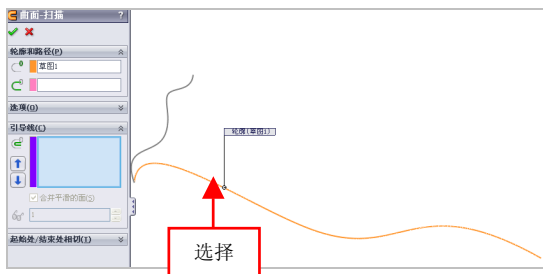

图 7-51 选择轮廓对象
(3) 弹出【曲面-扫描】属性管理器，在绘图区中，选择草图 1 对象为轮廓对象，如图 7-51 所示。